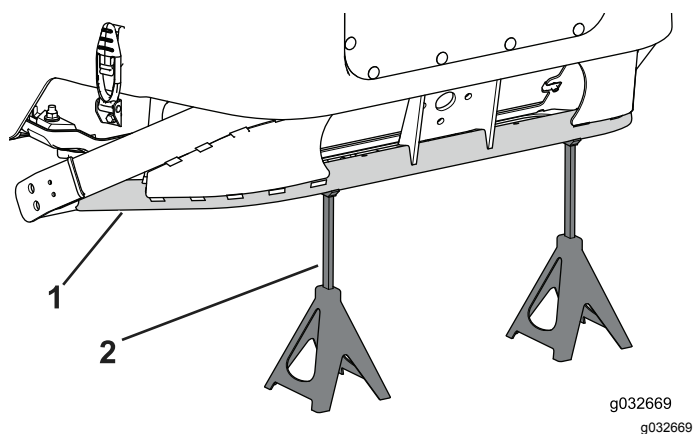

Figura 115
2. Utilize um apoio de solo para levantar a traseira da máquina o suficiente para instalar as rodas de verão e sustente a estrutura com macacos (Figura 115).
6. Utilize um apoio de solo para baixar as rodas de verão até ao solo e sustente a traseira a estrutura com macacos (Figura 115).